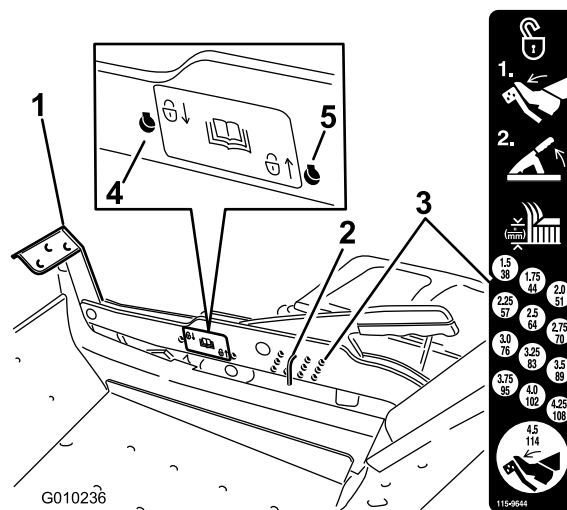

Figure 28
1. Appuyez sur la pédale de relevage du tablier avec le pied et relevez le tablier en position de transport (qui est aussi la position de hauteur de coupe de 114 mm [4,5 po]) (Figure 28).
2. Retirez l'axe du support de hauteur de coupe (Figure 28).
3. Sélectionnez le trou le plus bas sur l'autocollant de verrouillage et insérez l'axe (Figure 28).
2. Pour changer la hauteur de coupe, retirez l'axe du support de hauteur de coupe (Figure 28).
3. Placez l'axe dans le trou du système de hauteur de coupe correspondant à la hauteur de coupe voulue (Figure 28).
4. Sélectionnez le trou le plus haut sur l'autocollant de verrouillage et insérez l'axe (Figure 28).